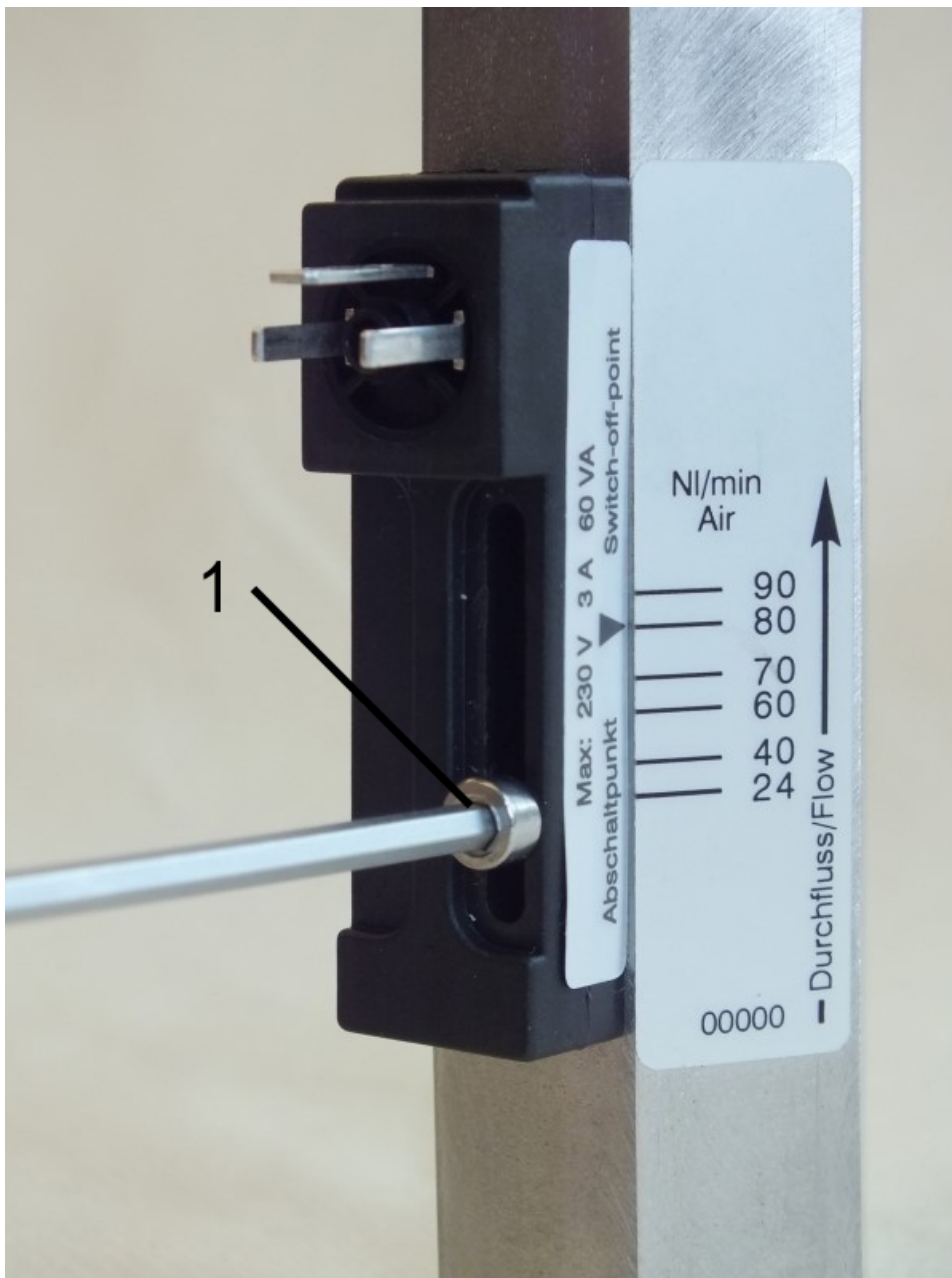

Abb. 32: Feststellschraube lösen
1. Die Feststellschraube des Schaltkontaktes (Abb. 32/1) mit einem Sechskant-Schraubendreher lösen.
3. Feststellschraube des Schaltkontaktes (Abb. 32/1) mit einem Sechskant-Schraubendreher wieder anziehen. Dabei Schrauben-Anziehdrehmoment beachten.